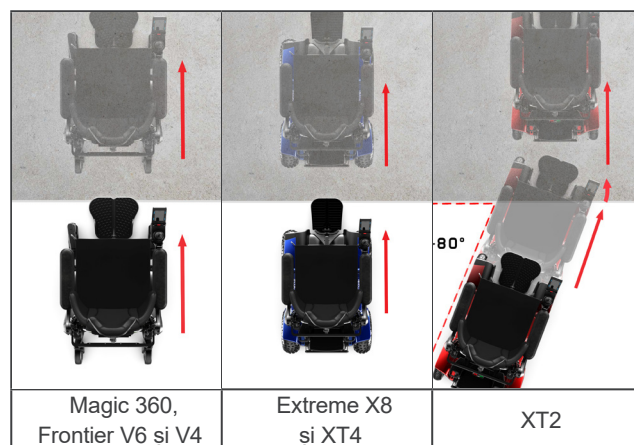

Figura 3.1 - Aproximarea de un obstacol
- **Magic 360, Frontier V6 și V4, Extreme X8 și XT4:** Când vă apropiați de un obstacol, asigurați-vă că ambele roți din față ating obstacolul în același timp (Figura 3.1)
- **XT2:** Apropiați-vă de obstacol astfel încât ambele roți să atingă obstacolul simultan sau sub un unghi ușor (Figura 3.1)